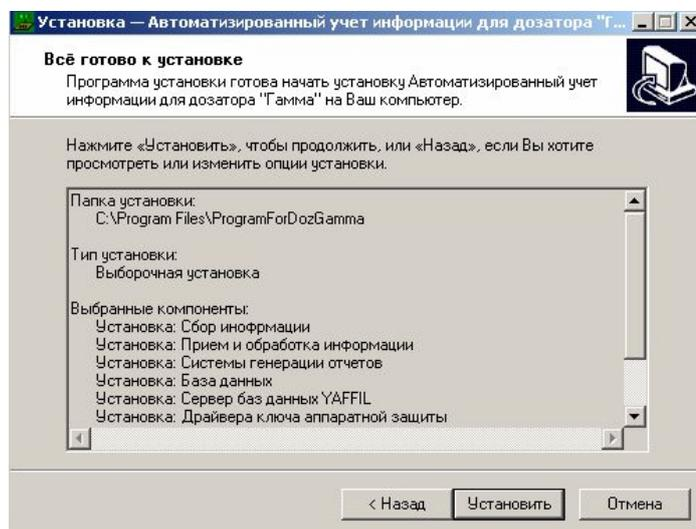

Рис. 5
2.5. Окно установки будет выглядеть следующим образом (рис. 5)